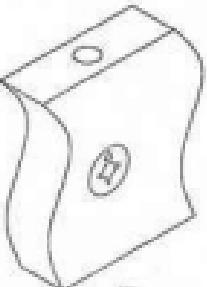

Рис. 1
Далее положить каркас ящика на заднюю стенку Ф1 и забить шанты (1) в соответствующие торцевые отверстия на боковинах ящика, Ф4 и Ф5 и вставить стяжки растекс (12) (см.рис.1). После этого вставить дно ящика Ф6 в пазы на каркасе ящика, таким образом, чтобы дно ящика Ф6 вошло в паз на стенке задней ящика Ф1.